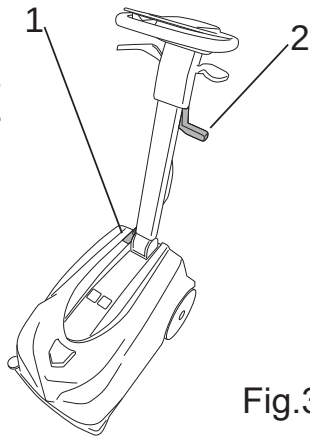

Fig.3
- Éteindre la machine à l'aide de l'interrupteur général (Fig. 3 - Rep.1).
- Relever le suceur à l'aide du levier (Fig. 3- Rep. 2).